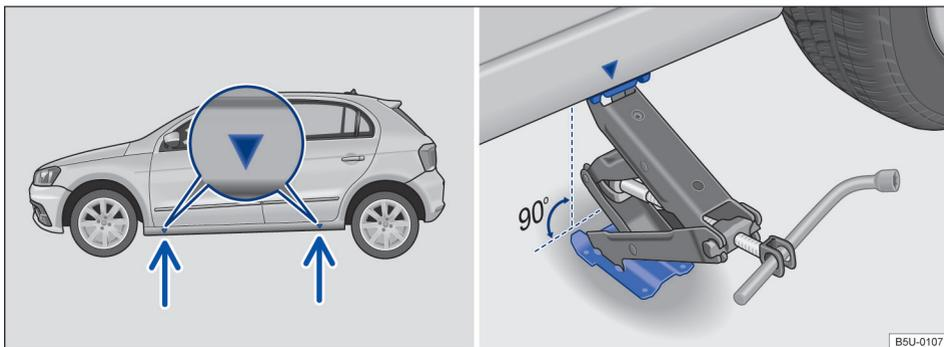

Fig. 143 Pontos de apoio do macaco e macaco posicionado no lado esquerdo traseiro do veículo.
A figura → Fig. 143 ilustram, como exemplo, os pontos de recepção do macaco do modelo Gol.
O macaco somente pode ser posicionado nos pontos de apoio indicados (marcação na carroceria) → Fig. 143. É válido o ponto de apoio localizado próximo à roda correspondente → ⚠.
7. Procurar sob o veículo o ponto de apoio do macaco → Fig. 143, mais próximo da roda a ser trocada.
10. Garantir que a base do macaco, com toda sua superfície, esteja sobre o chão e que a base se encontre perpendicularmente abaixo do ponto de colocação → Fig. 143.
11. Alinhar o macaco e, simultaneamente, levantar a garra do macaco até ela se encaixar na travessa debaixo do veículo → Fig. 143.
- Posicionar o macaco somente nos pontos indicados. A garra do macaco deve se encaixar no perfil da longarina de forma segura → Fig. 143.